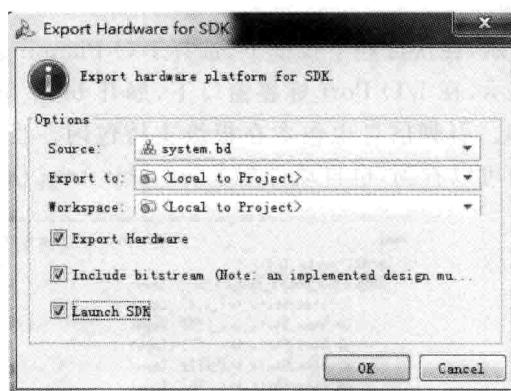

图 4.50 启动 SDK 入口界面
(1) 在 Vivado 主界面左侧的 Flow Navigator 窗口下，找到并展开 Program and Debug。在展开项中，找到并双击 Generate Bitstream 条目。
(2) 出现 No Implementation Results Available 对话框界面。
(3) 单击 Yes 按钮。
(4) 出现对话框界面，选择 Open Implemented Design 选项。
(5) 单击 OK 按钮。
(6) 出现 Vivodo 对话框界面。
(7) 单击 Yes 按钮。
(8) 在 Vivado 主界面主菜单下，选择 File→Export→Export Hardware for SDK。
(9) 如图 4.50 所示，出现 Export Hardware for SDK(为 SDK 导出硬件)对话框界面。